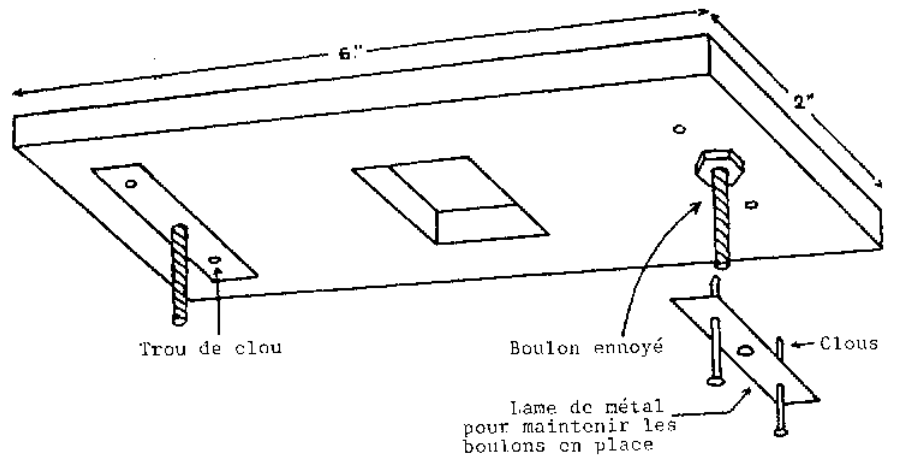

FIG.8
18. Sur la face inférieure de la platine, élargissez ce dernier trou de façon à ce que l'écrou s'y loge parfaitement. Faites un trou dans les lames de métal de 1" de long et clouez-les. Assurez-vous que le boulon tourne librement dans l'écrou (voir fig.8).